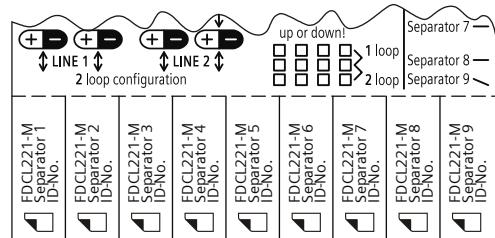

Fig. 9
4. Stick tear-off labels on system documentation and remove all unused tear-off labels from FDCL221-M (Fig. 9).
4. Kleben Sie die Abreisssetiketten in die Anlagendokumentation und entfernen Sie alle nicht verwendeten Abreisssetiketten vom FDCL221-M (Fig. 9).